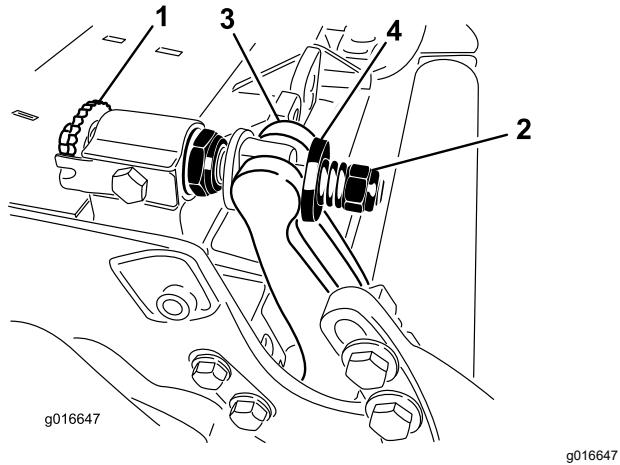

图 23
1. 逆时针旋转底刀架调节螺丝将底刀后撤离开滚刀 图 23。
2. 退出弹簧加压螺母直到垫圈不再对底刀架 图 23 施压。